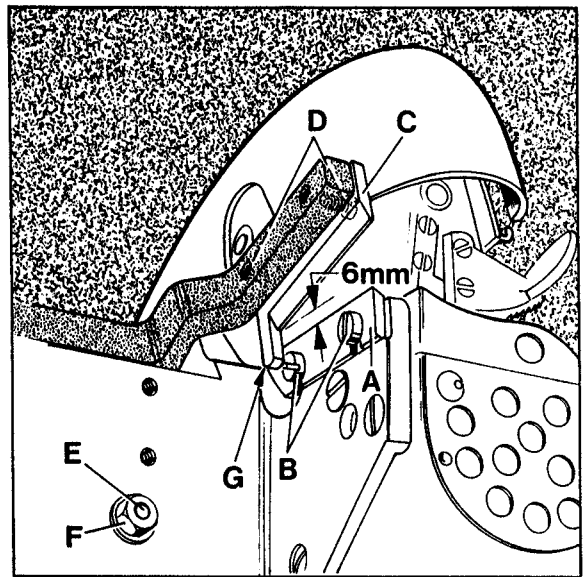

Fig.3
To change lower knife (A, Fig. 3) loosen screws (B, Fig. 3) and remove knife. Slip-on replacement knife as far as it will go and retighten screws (B).
To change upper knife (C, Fig. 3) unscrew screws (D, Fig. 3), replace knife and fasten screws (D).
Replace knife guard (A, Fig. 3)
NOTE: The opening between upper and lower knife should be set to approx. 6 millimeters as shown in Fig. 3. This can be accomplished by loosening nut (F, Fig. 3) and setting stop screw (E, Fig. 3) inside the solenoid housing accordingly. Make sure that the pilot (G) of the upper knife overlaps the lower knife sufficiently. Relock stop screw (with nut (F)).
Zum Wechseln der Untermesser (A, Fig. 3) lösen Sie die Schrauben (B, Fig. 3) und entfernen das Messer. Schieben Sie das Ersatzmesser bis zum Anschlag auf und ziehen Sie die Schrauben (B) wieder an.
Zum Wechseln des Obermesser (C, Fig. 3) drehen Sie die Schrauben (D, Fig. 3) heraus, ersetzen das Messer und befestigen es mit den Schrauben (D).
Montieren Sie den Messerschutz (A, Fig. 3) wieder.
BEACHTEN SIE: Die Öffnung zwischen Ober- und Untermesser soll auf etwa 6 mm eingestellt werden, wie in Fig. 3 gezeigt. Dazu löst man die Mutter (F, Fig. 3) und stellt die Anschlagsschraube (E, Fig. 3) im Magnetgehäuse entsprechend ein. Der Führungzapfen (G) des Obermessers muß dabei das Untermesser noch genügend überlappen. Sicher Sie die Anschlagsschraube (E) mit der Mutter (F).